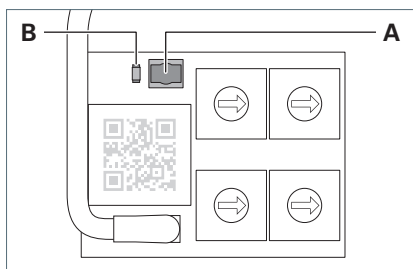

Fig. 13: Touche et LED.
- Appuyez sur la touche **A** et maintenez-la appuyée pendant 10 secondes, voir Fig. 13.